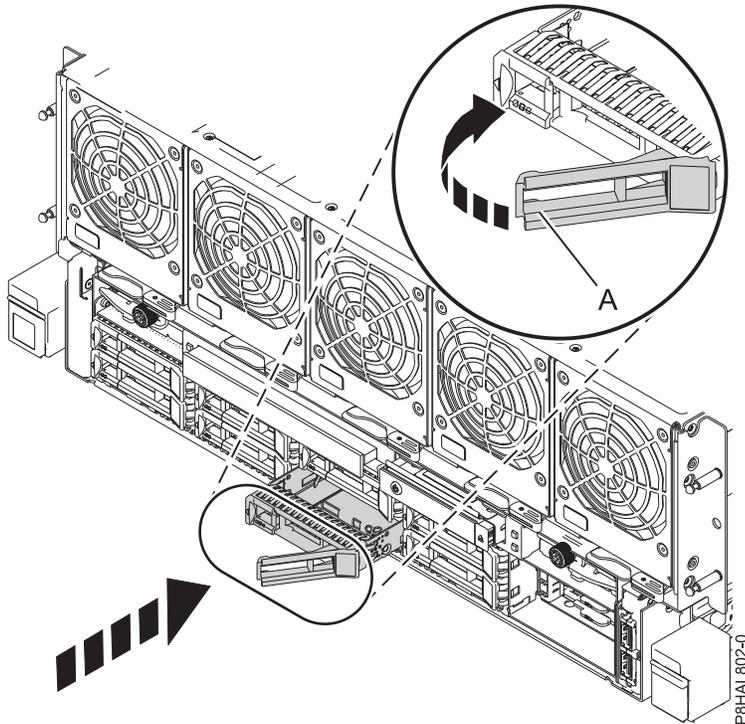

Figure 3. Installation d'une unité de disque dans un système 8408-44E ou 8408-E8E
3. Déverrouillez la poignée de la baie d'unité (A) en appuyant dessus et en la tirant vers vous. Si la poignée n'est pas complètement sortie, vous ne pouvez pas insérer l'unité dans le système. Voir figure 3, à la page 6.
5. Faites glisser complètement l'unité dans le système et poussez la poignée de la baie d'unité (A) jusqu'à ce qu'elle s'enclenche, comme illustré à la figure 3, à la page 6.